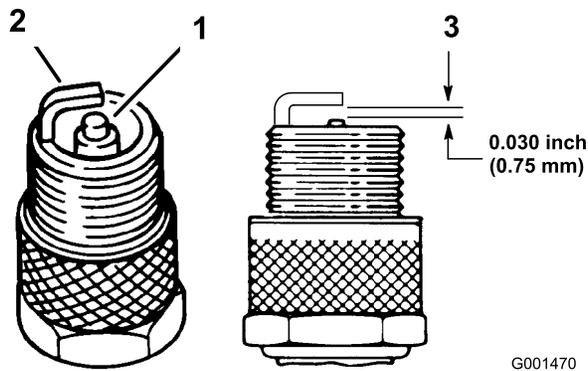

Figura 26
1. Mire la parte central de las bujías (Figura 26). Si se observa un color gris o marrón claro en el aislante, el motor está funcionando correctamente. Si el aislante aparece de color negro, significa que el limpiador de aire está sucio.
3. Compruebe la separación entre los electrodos central y lateral (Figura 26). Si la distancia no es correcta, doble el electrodo lateral (Figura 26).
3. Conecte los cables a las bujías (Figura 26).